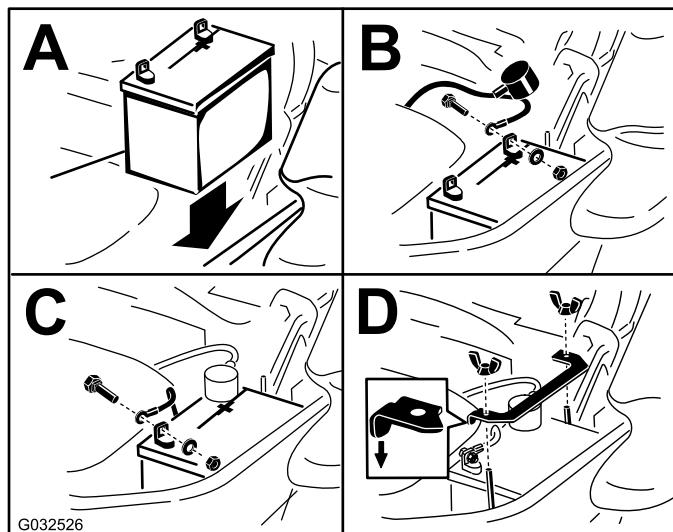

Figure 66
**Remarque:** Placez la batterie dans son support en tournant les bornes à l'opposé du réservoir hydraulique (Figure 66).